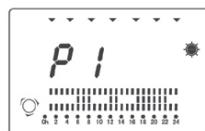

fig. 12
- b. Apăsați odată butonul „Mod”, pentru a trece la următoarea zi din săptămână (fig. 12)